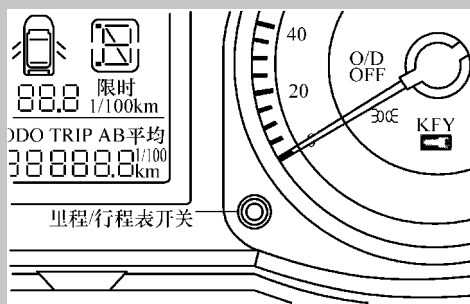

图 10-1 组合仪表的自诊断模式操作
- 2) 如图 10-1 所示,按住里程/行程表开关,然后将点火开关转到 ON 位置,并持续 0.8s 或以上。
- 2) 如图 10-1 所示，按住里程/行程表开关，然后将点火开关转到 ON 位置，并持续 0.8s 或以上。